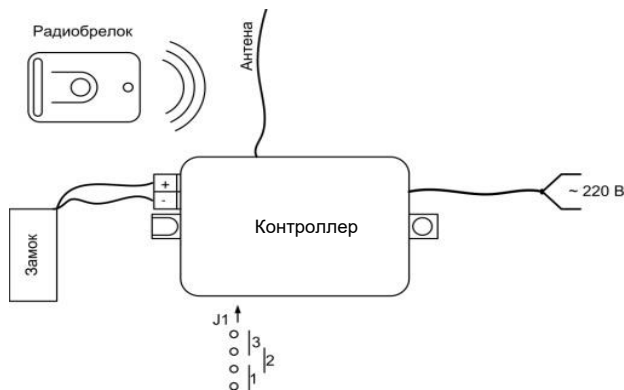

Рис. 15.
7. Проложить провод замка и заклеить его декоративной лентой (см. рис. 15).